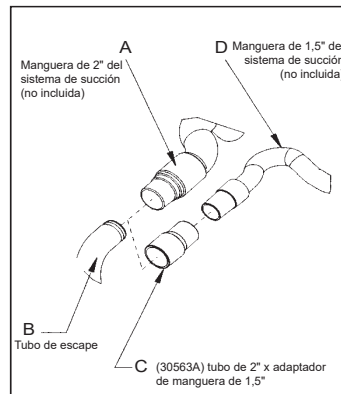

Imagen 1
1. Instale el extremo de la manguera de 2" (imagen 1, A) directamente sobre el tubo de escape (imagen 1, B).
1. Instale el adaptador del extremo de la manguera de 2" x 1 ½" (nº de pieza 30563A) (imagen 1, C) sobre el tubo de escape (imagen 1, B).
2. Inserte el extremo de la manguera 1 ½" (imagen 1, D) en el adaptador (imagen 1, C).